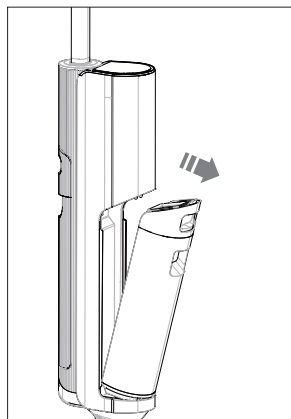

Fig. 8 – Retirer le réservoir d'eau
- ▶ Saisissez la poignée encastrée du réservoir d'eau sale (7) et appuyez sur le bouton de déverrouillage du réservoir d'eau sale (6) vers le bas.
- ▶ Retirez le réservoir d'eau sale du corps de l'appareil (**voir Fig. 8**).